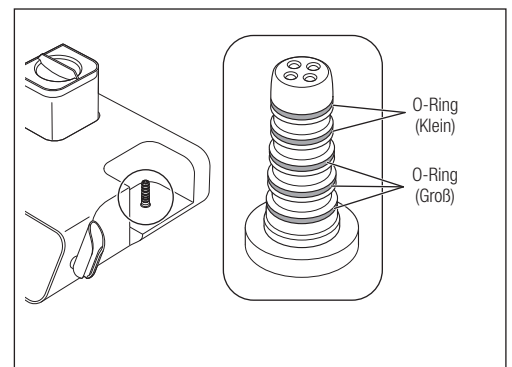

Abb. 48
- 1) Entfernen Sie die O-Ringe mit einer Nadel oder dergleichen vom Anschluss am Kammerboden (Abb. 48).
**VORSICHT** ⚠️ • Da die Größe der O-Ringe unterschiedlich sein kann, achten Sie darauf, sie an der richtigen Stelle auszuwechseln (Abb. 48).